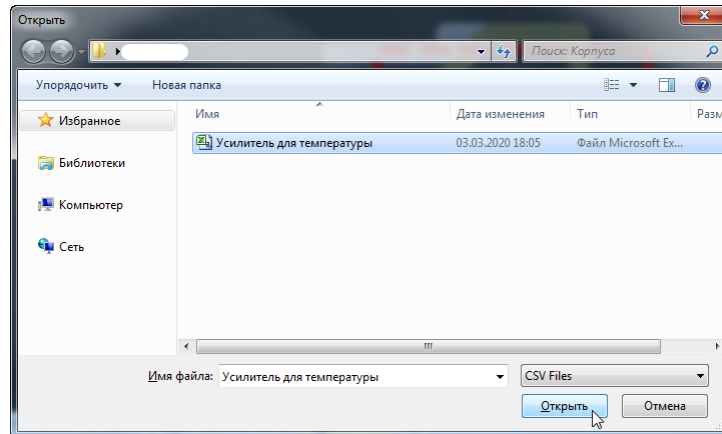

Рис. 324 Выбор csv-файла для импорта радиодеталей
2. С помощью окна проводника выберите csv-файл, из которого будут импортированы радиодетали, см. Рис. 324.